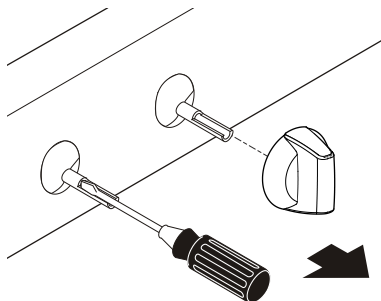
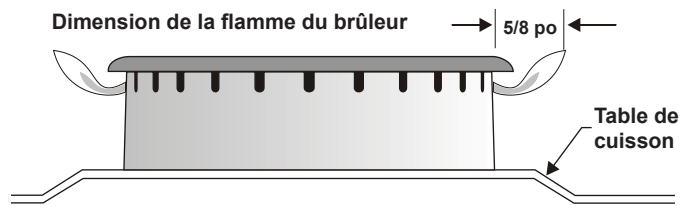

Fig. 17
Fig. 18
- Insérez un tournevis à lame étroite dans la tige creuse du robinet et tournez la vis à l'intérieur. La hauteur de la flamme peut être augmentée ou diminuée par le réglage de cette vis. Tournez vers la gauche pour augmenter la hauteur de la flamme (Fig. 17 et Fig. 18).